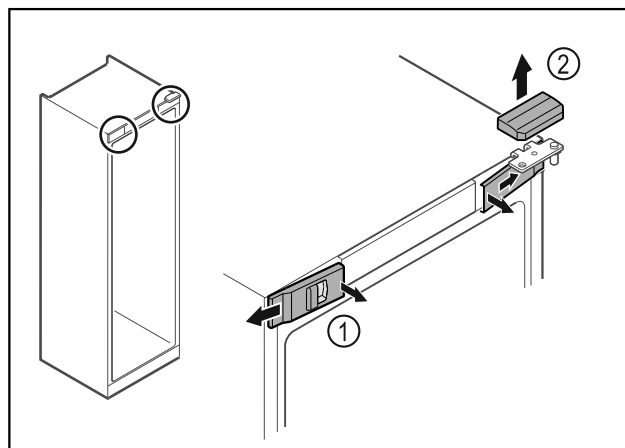

Fig. 5
- Décrocher les caches avant Fig. 5 (1) du côté intérieur et les retirer vers l'extérieur.
- Retirer le cache supérieur Fig. 5 (2) vers le haut.